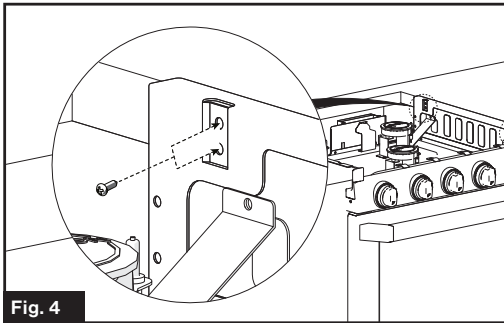

Fig. 4
5. Atornille la cocina en la abertura del armario en el lateral izquierdo y derecho con los cuatro tornillos autorroscantes (2 tornillos en cada lado). (Fig. 4)